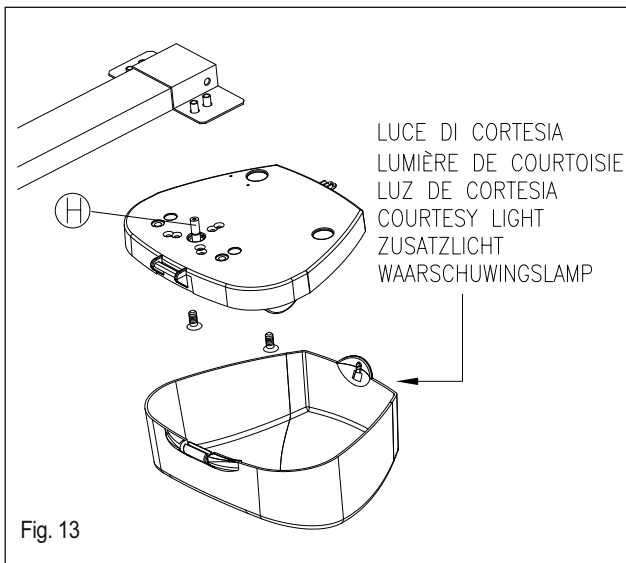

Fig. 13
**INSTALLATION DE L'OPÉRATEUR:** monter l'opérateur dans la partie terminale arrière du rail jusqu'à ce que l'arbre de traction H entre complètement. On peut s'aider en tournant l'opérateur. Fixer ensuite l'opérateur avec les vis M8x30 (fig. 13). Procéder ensuite à la préparation de l'installation électrique. Si les dimensions du garage sont particulièrement réduites et qu'on souhaite améliorer la luminosité, l'opérateur ZEN peut être monté tourné de 180° (le contraire par rapport à la fig. 13), en orientant ainsi l'éclairage automatique vers l'extérieur.